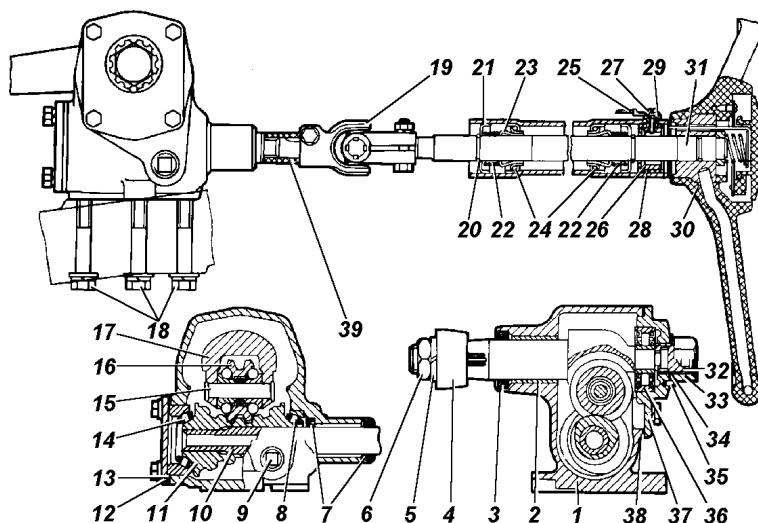

Рис. 7.2. Рулевой механизм типа глобоидальный червяк с двухребневым роликом:
При появлении стука в рулевой колонке (рис. 7.2 и 7.5а) необходимо снять рулевое колесо и проверить наличие стопорных колец разжимных втулок в канавках вала. Для рулевой колонки без противоугонного устройства (рис. 7.2) необходимо предварительно ослабить гайки кронштейна ее крепления, подтянуть колонку вверх и проверить состояние резиновой втулки. На появление стука в колонке влияет также ослабление крепления кузова к раме.
**Регулировку затяжки подшипников червяка** производить с помощью прокладок 13 (рис. 7.2), установленных между картером и нижней крышкой картера рулевого механизма, в следующей последовательности:
3. Отвернуть колпачковую гайку и снять стопорную шайбу 34 со штифта 35 (рис. 7.2).